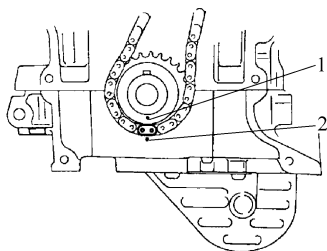

图 6-46 调整曲轴链轮配合标志
1) 确认曲轴正时链轮上的配合标记 1 与下曲轴箱上的正时标记 2 相匹配, 如图 6-46 所示。